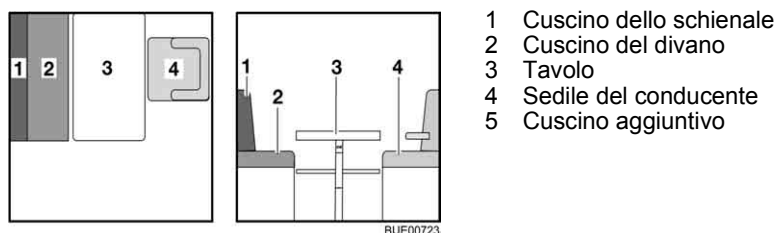

Fig. 75 Prima della trasformazione
- Ruotare il sedile del conducente (Fig. 75,4) e spostarlo completamente in avanti.
- Trasformare il tavolo (Fig. 75,3) in struttura di supporto letto (vedi paragrafo 6.12).
- Riporre il cuscino dello schienale (Fig. 75,1).